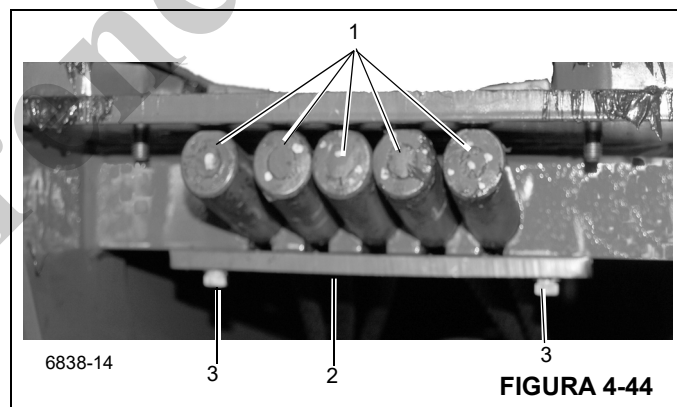

FIGURA 4-44
14. Coloque los extremos muertos de los cinco cables de extensión (1), (Figura 4-44) en los agujeros alargados en la parte superior de la sección de extremo y fíjelos con la placa retenedora (2), (Figura 4-44) y dos pernos (3), (Figura 4-44).